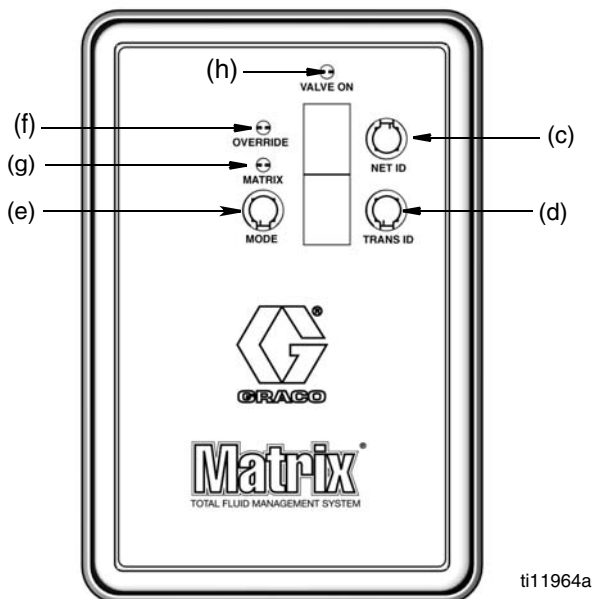

FIG. 2
1. Tenere premuto il tasto MODE (modalità) (e) (FIG. 2) per selezionare la modalità Matrix o Override.
- Nella modalità MATRIX (preferibile) (g) (FIG. 2) la pompa non funzionerà fino a quando non riceve un codice di autorizzazione dal software Matrix. In questa modalità non sono consentite erogazioni non autorizzate.
- La modalità OVERRIDE (f) (FIG. 2), attiva l'alimentazione d'aria verso la pompa, così questa può essere utilizzata senza autorizzazione attraverso Matrix. Il LED VALVE ON (valvola attiva) (h) indica che la valvola a solenoide è attivata/disattivata.
1. Tenere premuto il pulsante NET ID (ID di rete) (c) (FIG. 2) per aumentare il NET ID fino a farlo corrispondere all'ID di rete desiderato.
2. Tenere premuto il pulsante TRANS ID (ID ricetrasmittitore) (d) (FIG. 2) per aumentare il TRANS ID fino a farlo corrispondere all'ID del ricetrasmittitore desiderato.